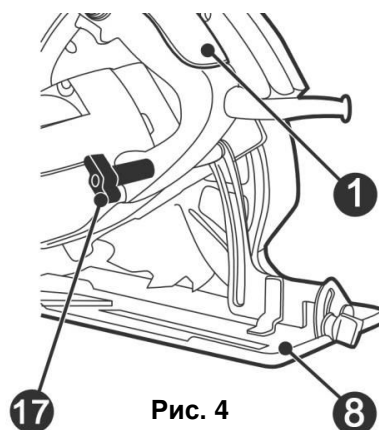

Рис. 4
- Ослабить зажимной винт линейки глубины резания (17) (См. Рис. 4).
- Затянуть зажимной винт линейки глубины резания (17) (См. Рис. 4).